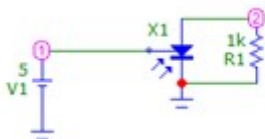

Рис. 2.1
- 2.2. Постройте в программе Micro-CAP схему согласно рис. 2.1.